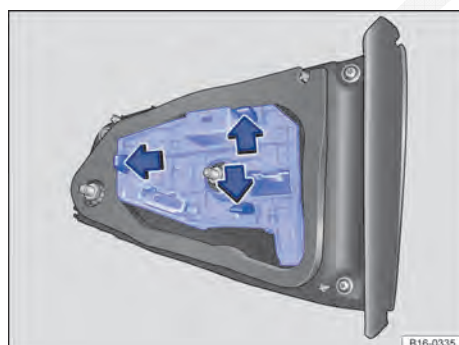

Fig. 255 Na tampa do compartimento de bagagem: desinstalar o suporte da lâmpada.
6.	Pressionar as tiras de travamento no sentido da seta ⇒ Fig. 255 e retirar o suporte da lâmpada.
7.	Substituir a lâmpada incandescente queimada por uma lâmpada incandescente nova do mesmo modelo ⇒ Fig. 255.